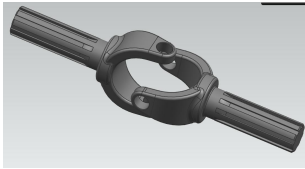

Рис.50
- Пример данного соединения показан на рис.50, 51. Это так называемое *карданное соединение*, обеспечивающее для ответной детали кардана сложное перемещение в двух плоскостях.